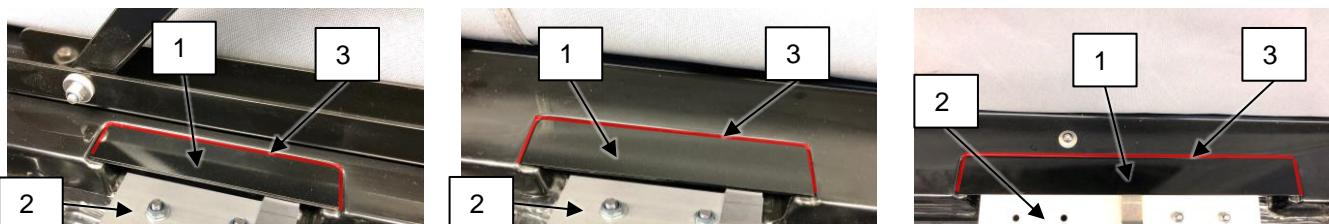

Abb. 6-3: Montage mit Markise / *Assembly with awning*
- Die Abdeckungen (s. Abb. 6-3, 1) über die Markisenhalter (2) in die Aussparungen einkleben
- Die Fugen glätten (3)
- Glue the covers (see Abb. 6-3, 1) over the awning brackets (2) into the cut outs
- Smoothen the joints (3)